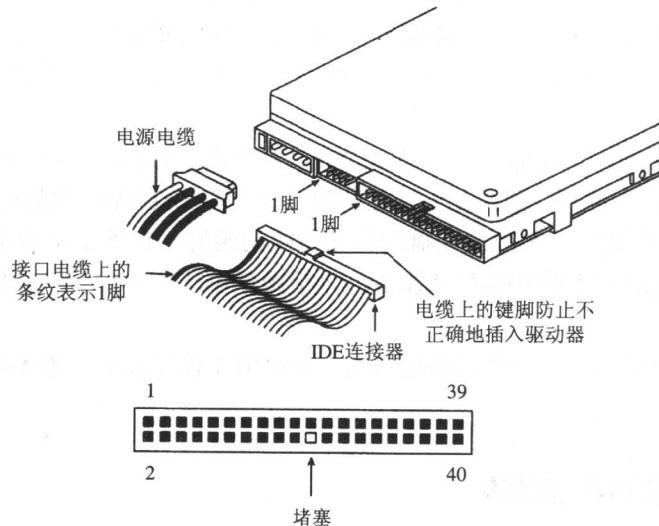

图1-2 硬盘的电源插口与数据接口
1. 接口 包括电源插口和数据接口两部分，见图 1-2，其中电源插口与主机电源相连，为硬盘工作提供电力保证。数据接口则是硬盘数据和主板控制器之间进行传输交换的纽带，根据连接方式的差异，分为 EIDE（Enhanced Intelligence Disk Equipment，增强型智能磁盘设备）接口和 SCSI（Small Computer System Interface，小型计算机系统）接口。EIDE 接口由于造价低廉、使用方便，为多数硬盘采用。采用 SCSI 接口则必须另配 SCSI 卡才能使用，虽然其价格相对较高，但具有优良的传输性能，多在计算机网络服务器和高档图形工作站等设备中使用。